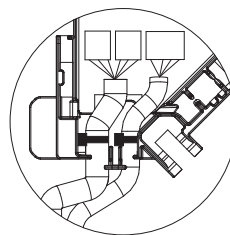

Fig. 10-15
- Kontroller, at båndet, der holder i-See-sensorens og signalmodtagerens tilslutningsledninger fast, er placeret i el-boksen. (Fig. 10-15)